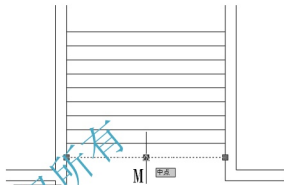

图 2.101 定义相对坐标基点
(1) 在无命令时单击图 2.101 中的 M 线，然后在中间的蓝色夹点上单击，使其变成红色，按 Esc 键两次取消夹点。注意，此步骤的操作非常重要，这里通过此步操作定义了下一步操作的相对坐标基本点。
(2) 单击【绘图】工具栏上的【矩形】图标  或在命令行输入“Rec”并按 Enter 键，启动【矩形】命令。